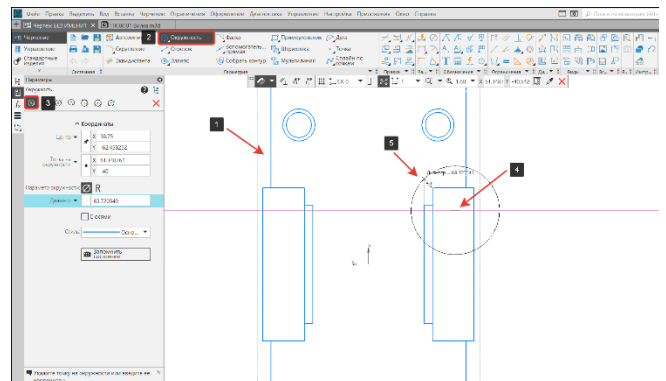

Рисунок 213 – Замкнутая линия - окружность
- На панели Геометрия выберем команду Окружность (2) подоперация Окружность (3) (Рисунок 213);
- Первым кликом укажем центр окружности (4), вторым кликом определим диаметр окружности (5). Замкнутый контур создан (Рисунок 213);